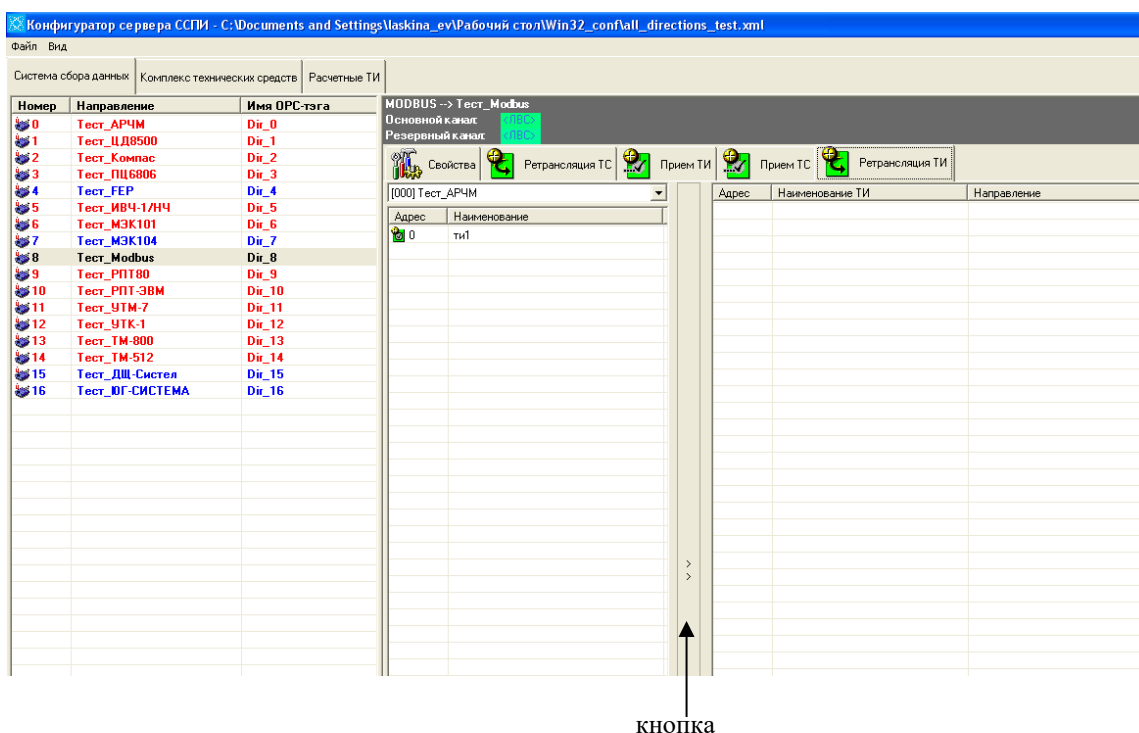

Рисунок 44. Закладка «Ретрансляция ТИ»
- 1) Перейдите на закладку «Ретрансляция ТИ», расположенную на панели протоколов главного окна программы. Закладка состоит из двух таблиц, разделенных кнопкой ретрансляции . . . Левая таблица содержит ТИ, принимаемые по определенному направлению. Название направления отображается поле выпадающего списка над таблицей принимаемых ТИ. Для просмотра ТИ, принимаемых по другому направлению, щелкните по кнопке со стрелкой вниз выпадающего списка и выберите новое направление. В правой таблице отображаются ретранслируемые ТИ (см. рисунок 44).